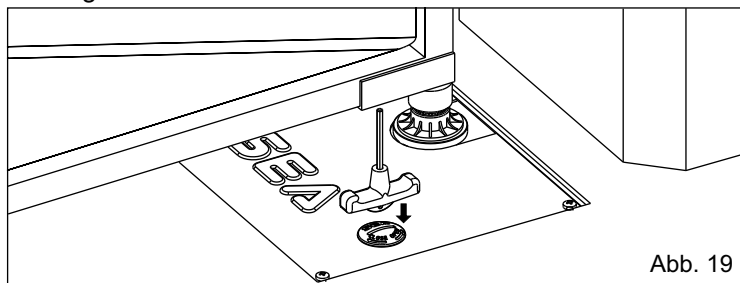

Abb. 19
- Mit dem Rücken des mitgelieferten Schlüssels den Stöpsel der Entriegelung, der die zuvor installierte Verlängerung schützt, entfernen (Abb. 19).